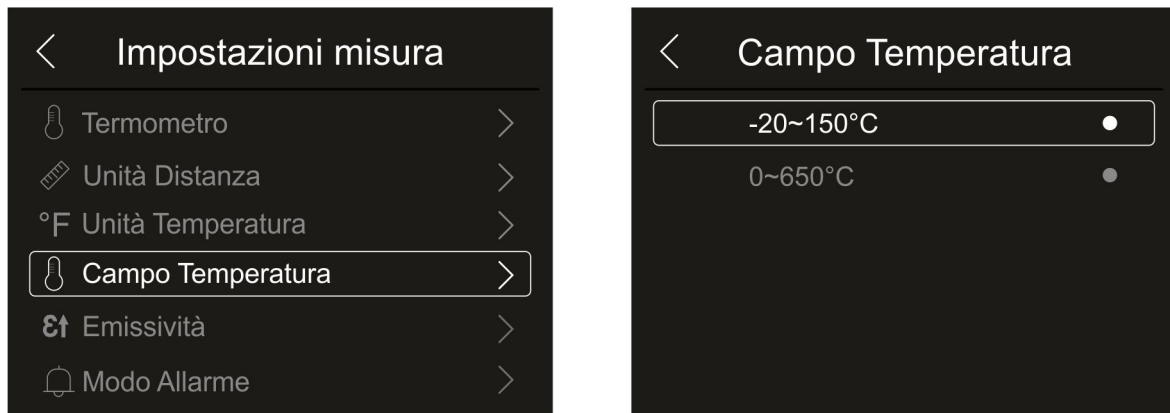

Fig. 24: Menu impostazione campo misura temperatura
1. Toccare la voce “Campo Temperatura” per eseguire l’impostazione del campo di misura della temperatura eseguita dallo strumento (questa opzione è relativa al modo di misura Normale). La Fig. 24 – parte destra è mostrata: